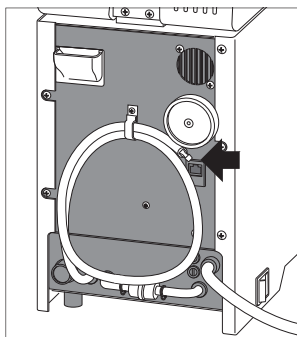

図 23
- 4) 背面の排水ホース先端のチューブストップを外し、用意した容器に全て排水します。(図 23、24)